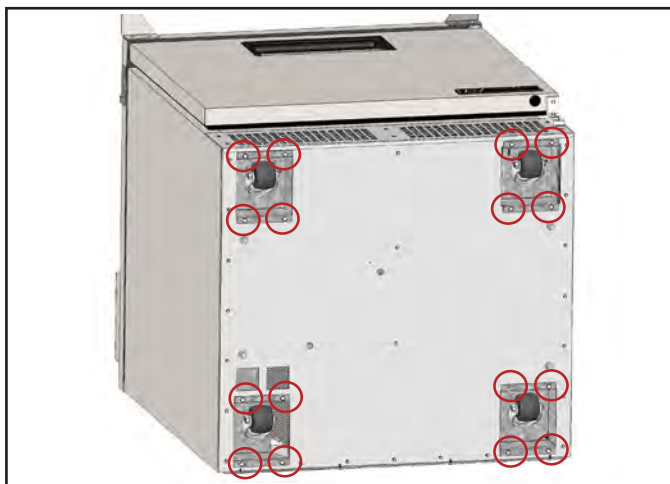

Рис. 11. Найдите блок колесика. Выверните четыре винта, которые крепят блок.
2. Удалите блок колесика. См. рис. 11.